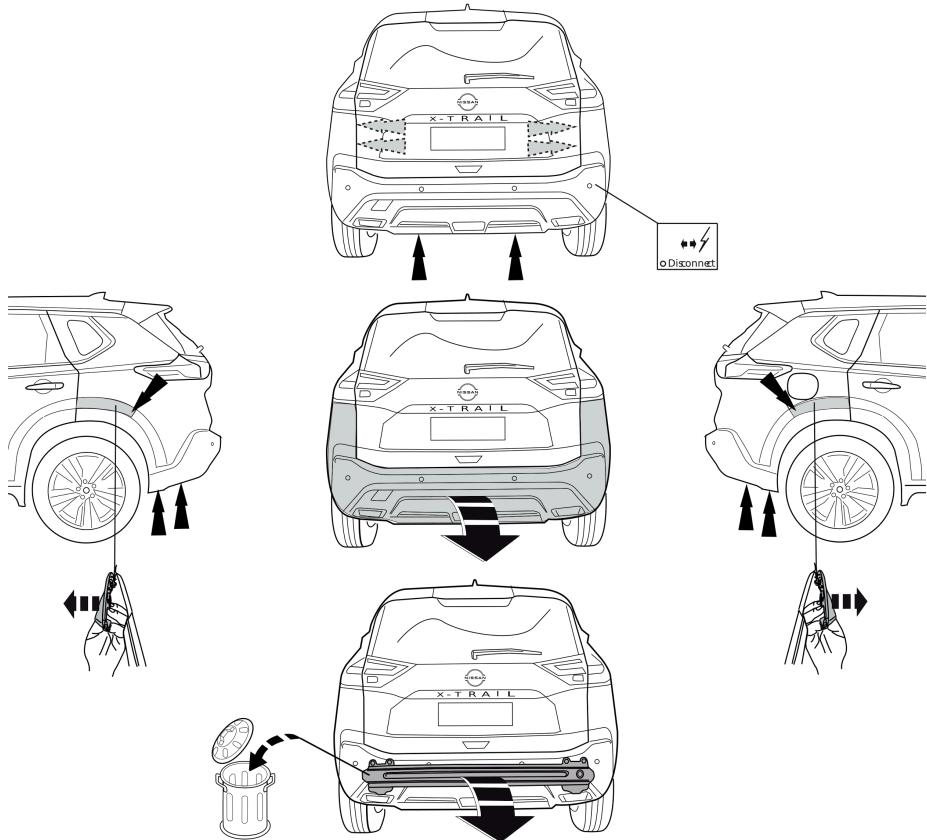

Fig. 1
1. Снять бампер вместе со буферным бруском автомобиля. Буферный брус больше не понадобится. Поставить болты на место. См. рисунок 1.